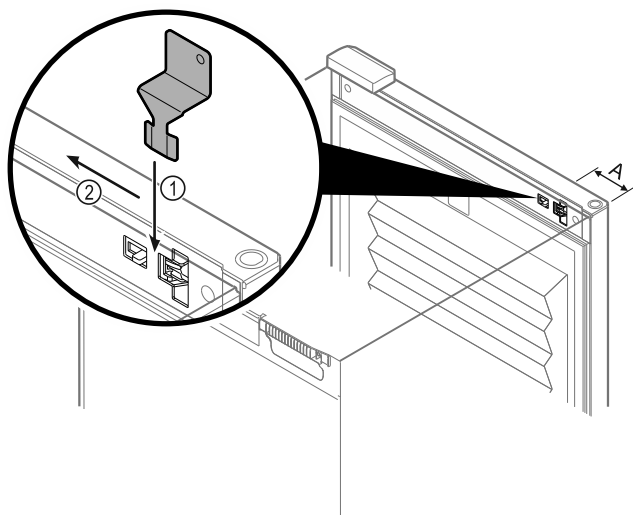

Fig. 90
- ▶ Postavite ključ za sigurnosno deblokiranje na odgovarajuće mjesto Fig. 90 (A) ≈ 100 mm.
- ▶ Utaknite ključ za sigurnosno deblokiranje između vrata i trupa uređaja odozgo do graničnika Fig. 90 (1).
- ▶ Povucite ključ za sigurnosno deblokiranje u smjeru strane sa šarkama Fig. 90 (2).